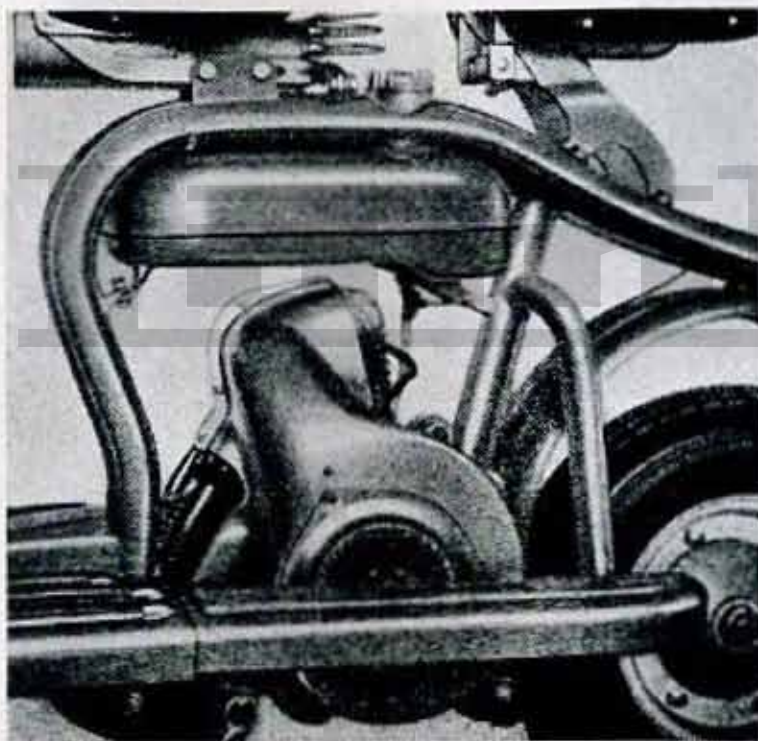

Fig. 19.
- enlever les flancs (fig. 19).